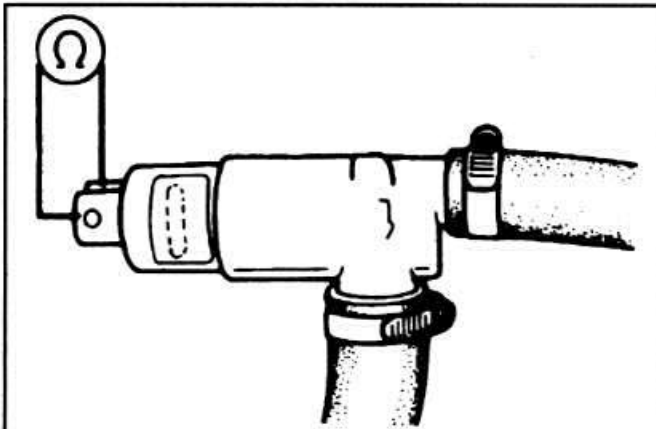

Рис. 2-16. Проверка сопротивления регулятора холостого хода
- Выключить зажигание, разъединить разъем регулятора, присоединить омметр к выводам «1» и «2» колодки регулятора (рис. 2-16) и проверить сопротивление по омметру, которое должно быть в пределах 17-27 Ом.